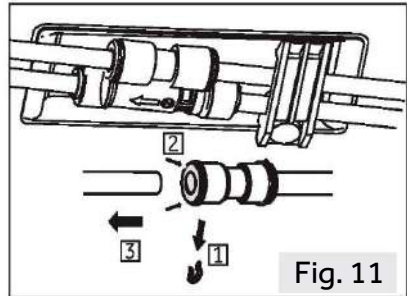

Fig. 11
1. Eliberați partea stângă a două cuplaje de apă din colțul din stânga din partea de jos a aparatului: apăsați și mențineți în colier așa cum se arată și scoateți conducta de apă (Fig. 11).